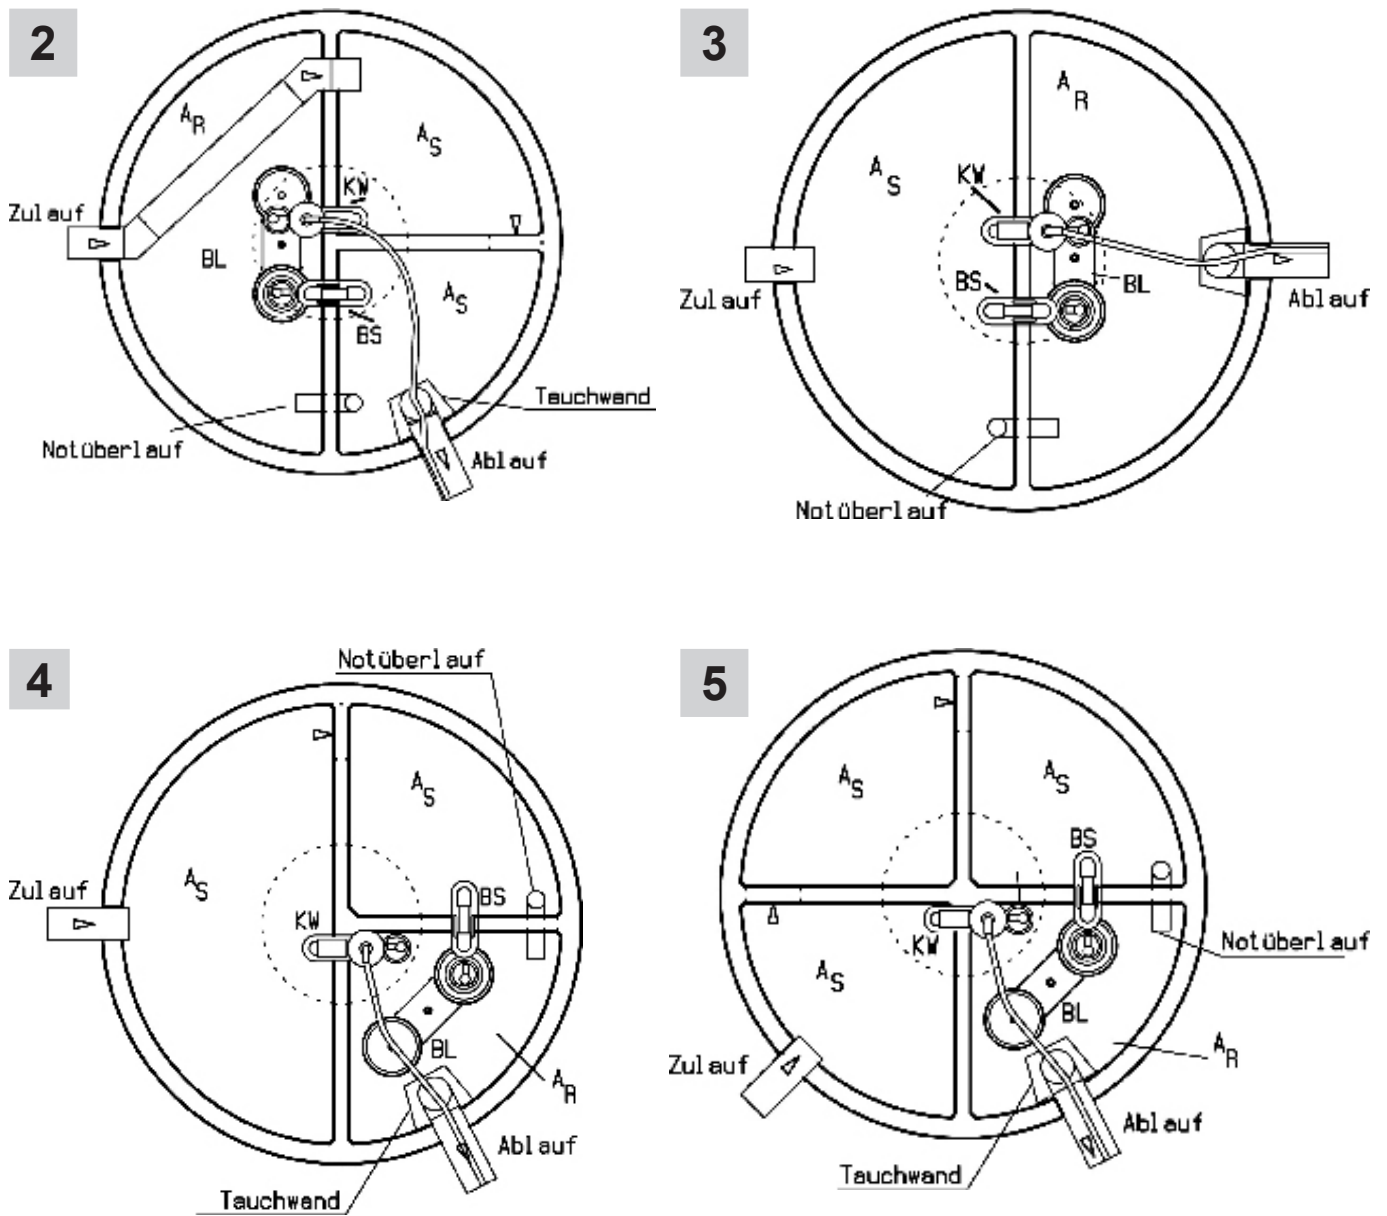

Abb. 5 Basismodelle 2 - 5
2. Es ist das jeweilige **Basismodell** (siehe **Abb. 5** und **Abb. 6**) zu wählen und aus den beiliegenden Tabellen **Tab. 1** und **Tab. 2** das Einbaumaß abzulesen.
7. Die Klarwasserpumpe mit Schwimmerschalter ist entsprechend der gewählten Behälterlösung (siehe Basismodelle **Abb. 5** und **Abb. 6**) einzubauen. Die Klarwasserpumpe ist so auf die Trennwand oder bei Zweibehälteranlagen auf die Traverse zu montieren, dass sich der Probemess im Radius der Deckelöffnung befindet. Durch diese Anordnung ist eine spätere Probenahme ohne größeren Aufwand möglich. Der bauseits zu stellende 30° Bogen wird in das Ablaufrohr gesteckt. **Der Schlauch der Klarwasserpumpe wird mindestens 50 cm in das Ablaufrohr der Kläranlage eingeführt und fixiert.** Weiterhin ist auf eine leichte Erhöhung des Schlauches zu achten, so dass ein selbständiges Entleeren des Ablaufschlauches gewährleistet ist. Dies kann durch eine Befestigung am Konus sichergestellt werden.
5.1 Die aus der Tab. 1 und Tab. 2 hervorgehenden Werte beziehen sich auf die in Abb. 5 bzw. Abb. 6 dargestellten Basismodelle